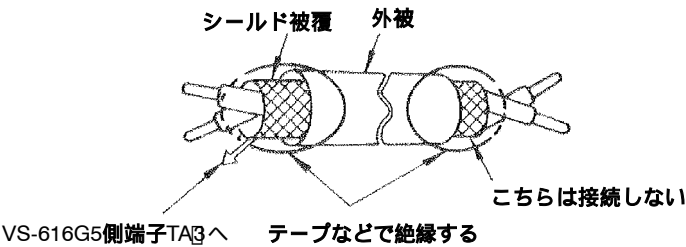

図3.32 シールド線の端末処理
2. PGと接続するときは、シールド線を使用し、ノイズによる誤動作を防止するためその端末は図3.32 のように処理してください。配線の長さは100 m 以下にしてください。